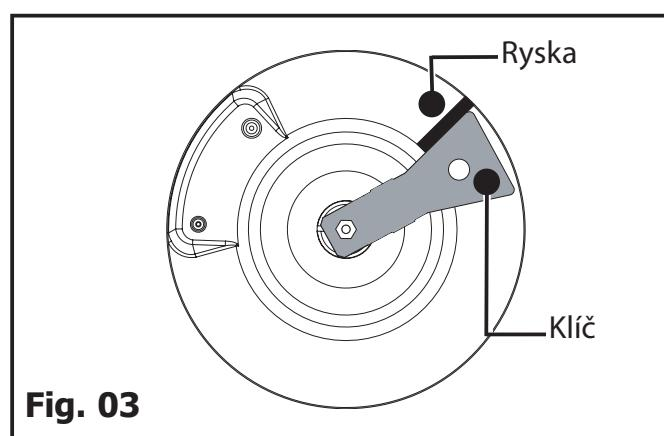

Fig. 03
- Utáhněte klíč ve směru hodinových ručiček, až se nakreslená čára objeví na druhé straně klíče (Fig. 03).